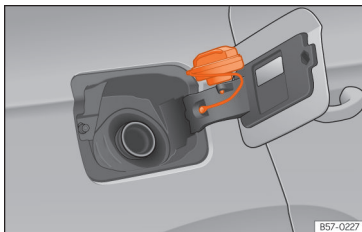

Fig. 186 Clapeta rezervorului de combustibil cu bușonul atașat.
- Așezați bușonul în spațiul din balamaua clapetei deschise »» fig. 186.